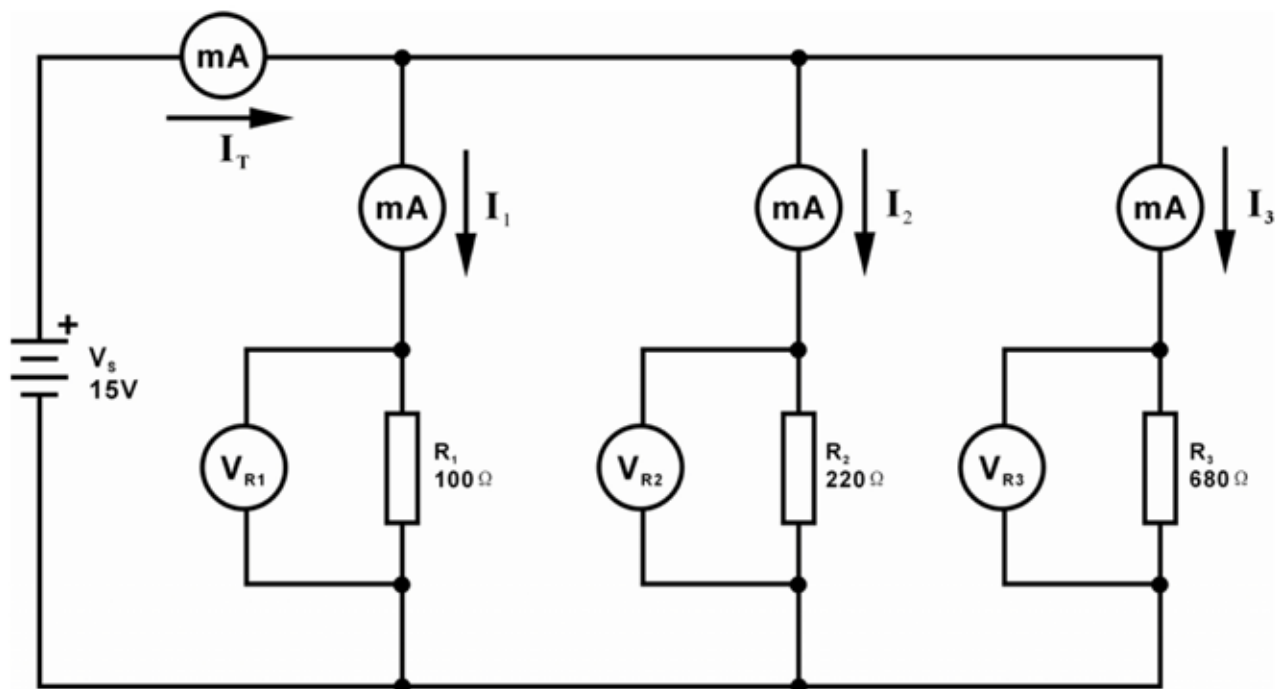

Figura 7
1. Realizzare il circuito illustrato in figura 7
3. Misurare la tensione su V_{R1} , V_{R2} e V_{R3} come mostrato in figura 7 e inserire i valori in tabella 7.
4. Misurare la corrente I_1 , I_2 e I_3 come mostrato in figura 7 e inserire i valori in tabella 7.